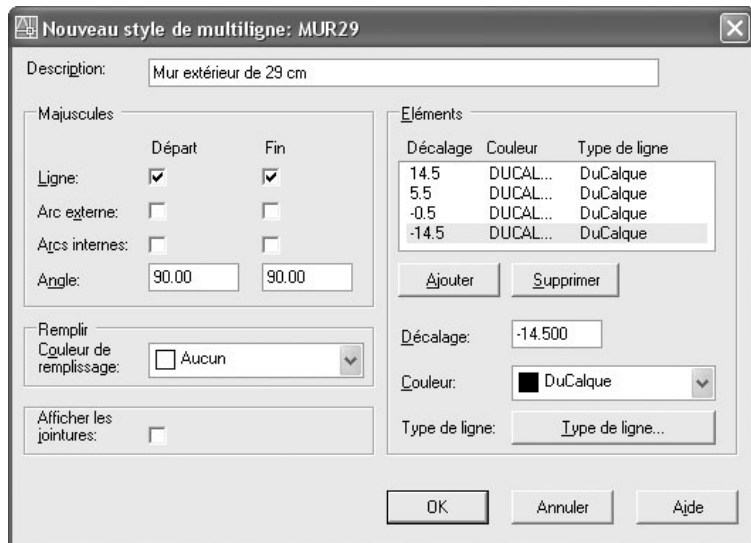

Fig.4.21
- 5 Sélectionner le premier élément dans le champ **Elements** puis spécifier la distance voulue (par exemple : 14.5), par rapport à l'axe, dans le champ **Décalage** (Offset). Confirmer par **OK**. Faire de même pour les autres éléments, avec les distances : 5.5, -0.5 et -14.5 cm (fig.4.21).